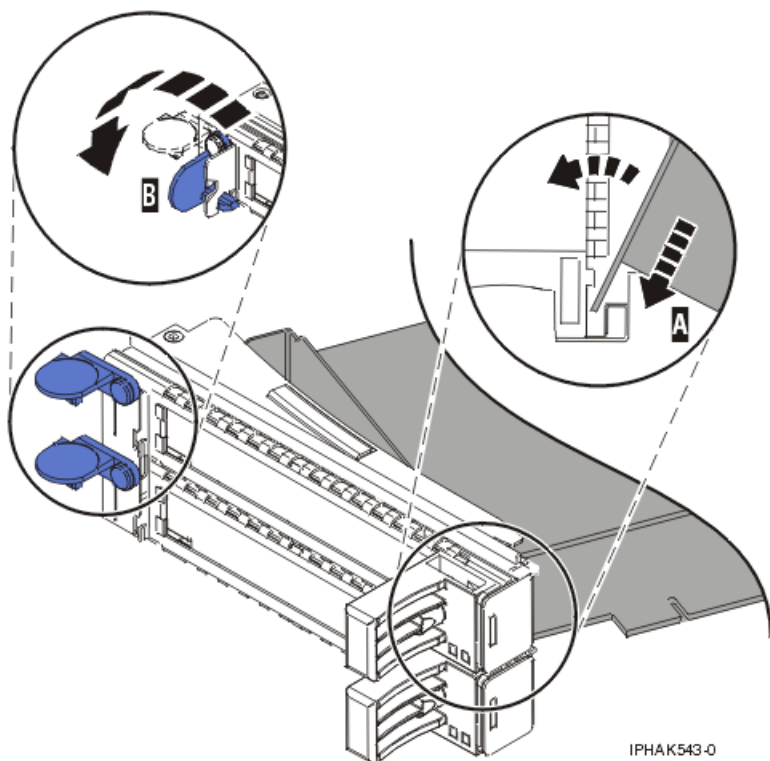

Figura 95. Adaptador substituído na cassete de adaptador PCI
- a. Com o grampo de contraponto na posição de aberto, insira o adaptador firmemente no canal de fixação do contraponto A. Consulte Figura 95 na página 127.
- d. Posicione as peças de fixação do adaptador de modo a suportar o adaptador e, em seguida, rode o grampo de fixação **B** para a posição de fechado. Consulte Figura 95.